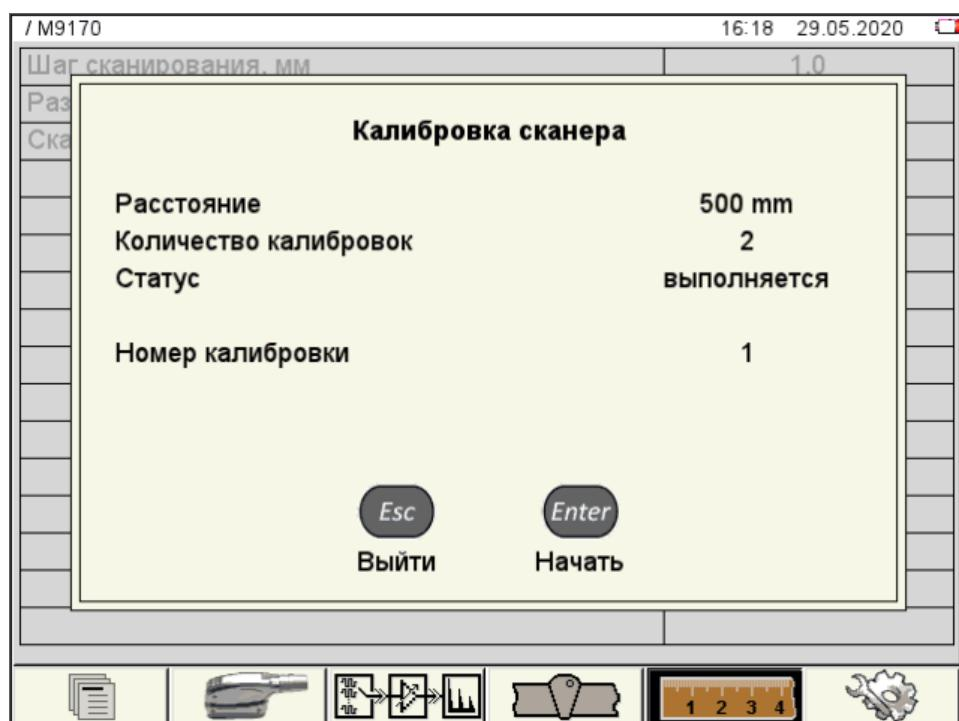

Рисунок 36
– Для запуска калибровки нажать клавишу  (Начать). Откроется окно с информацией о начале процесса калибровки (рисунок 36).